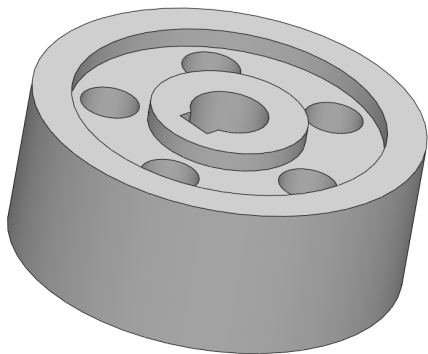

图 14-32 创建拉伸切除特征
(9) 退出草图绘制环境，单击【拉伸切除】按钮，选择新绘制的草图，弹出【切除-拉伸】属性管理器，设置【深度】为 25，单击【确定】按钮，即可创建拉伸切除特征，如图 14-32 所示。